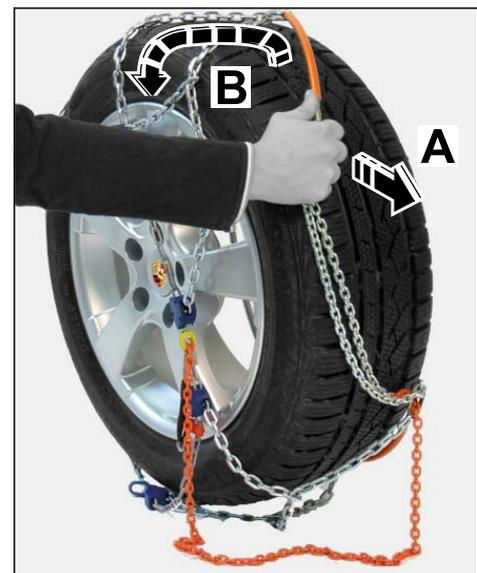

Figura 19
3.4.1 Si el extremo del arco de acero flexible está visible: Separar el extremo del arco de acero flexible tanto como sea posible (⇒ *Figura 19 -A-*) y sacar la cadena antideslizante por la parte alta de la rueda (⇒ *Figura 19 -B-*).